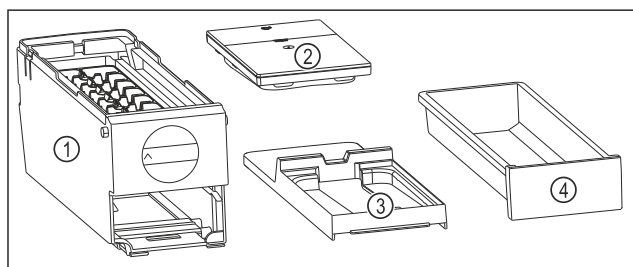

Fig. 84 Componente ale EasyTwist-Ice
- ▷ EasyTwist-Ice este dezamblat în patru piese. (vezi Fig. 84)
- ▶ Dezamblați EasyTwist-Ice numai în componentele ilustrate. (vezi Fig. 84)
- ▶ Curățați corpul EasyTwist-Ice Fig. 84 (1) ca un întreg.